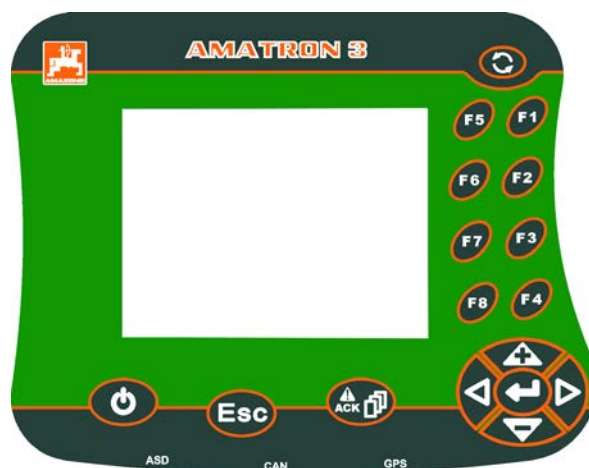

Рис. 39
- устройство для установки технической колеи закрывает в распределительной головке посредством заслонки (Рис. 39/1) дозировку к семяпроводам (Рис. 39/2) сошников техколеи;
Подача посевного материала к сошникам технологической колеи прерывается, как только электромотор (Рис. 39/3) закрывает соответствующие семяпроводы (Рис. 39/2) в распределительной головке.
Датчик (Рис. 39/4) проверяет, надлежащим ли образом работают заслонки (Рис. 39/1), открывающие и закрывающие семяпроводы (Рис. 39/2).